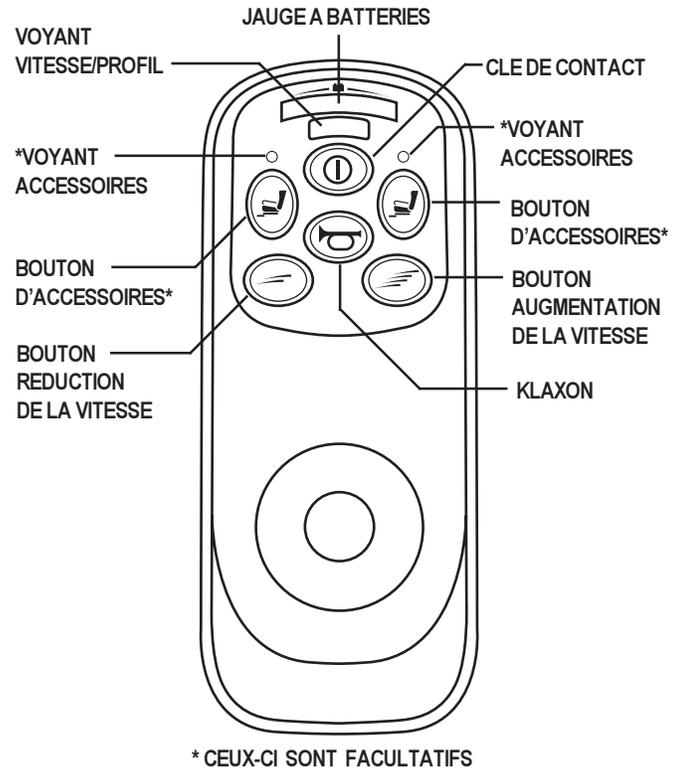

Figure 24. Clavier du contrôleur VSI
2. clavier (voir la figure 24)
Le clavier est situé sur le module de commande devant le mât de manette. Il possède les boutons nécessaires au fonctionnement de votre fauteuil. Voir la figure 24.
La jauge est située devant la manette et possède 10 voyants lumineux. Voir la figure 24. Ceux-ci vous informe de l'état de vos batteries et du système électrique lorsque le contrôleur est allumé.
Deux boutons contrôlent soit la vitesse soit le profil. Voir la figure 24. L'utilisation des boutons dépend de la programmation de votre VSI. Appuyez sur le bouton d'augmentation de vitesse/profil pour augmenter la vitesse ou changer le profil. Appuyez sur le bouton de réduction de vitesse/profil pour réduire la vitesse ou changer le profil. Le réglage de vitesse/profil est affiché par l'indicateur de vitesse/profil maximum. Si votre fauteuil motorisé a été configuré avec un profil de traction, contactez votre détaillant Pride pour de plus amples informations.